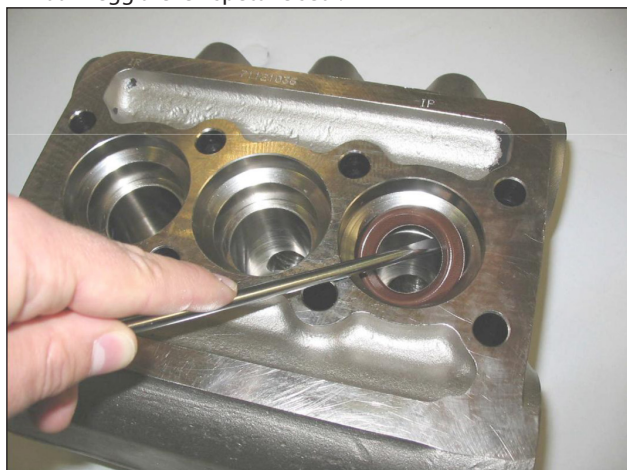

Fig. 21
C) Estrarre le tenute di alta pressione dalla testata e quelle di bassa pressione dal relativo supporto utilizzando semplici attrezzi come indicato in Fig. 21, facendo attenzione a non danneggiare le rispettive sedi.